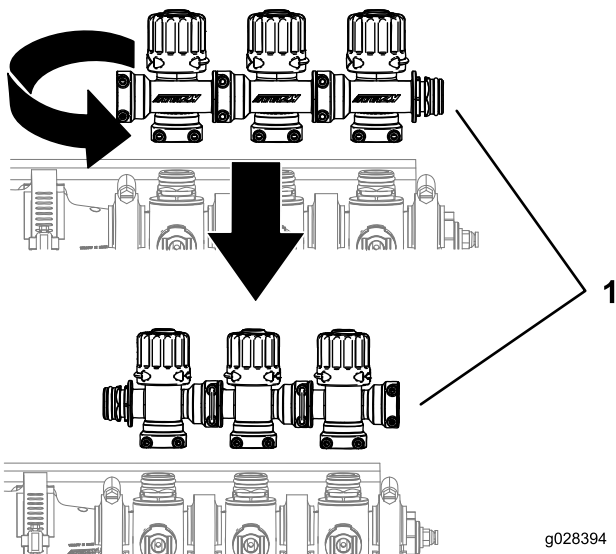

図 11
5. 図 11に示すように、boom bypassバルブクラスターを180度 回転させる。